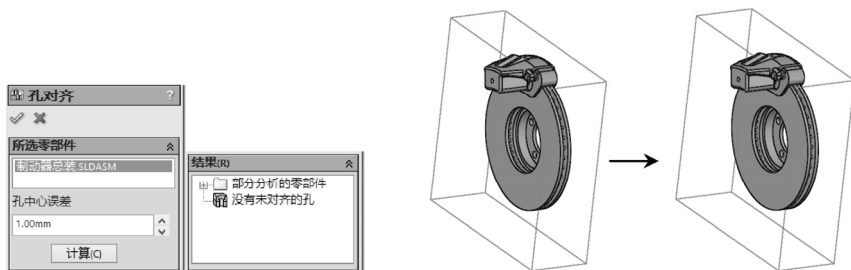

图 5-80 孔对齐检查操作
STEP 3 单击“装配”工具栏中的“孔对齐”按钮,设置“孔中心误差”的最小距离为 1mm,单击“计算”按钮,可以查找系统中未对齐的孔,由于本文实例中没有未对齐的孔,所以“孔对齐”前后,视图没有改变,如图 5-80 所示。